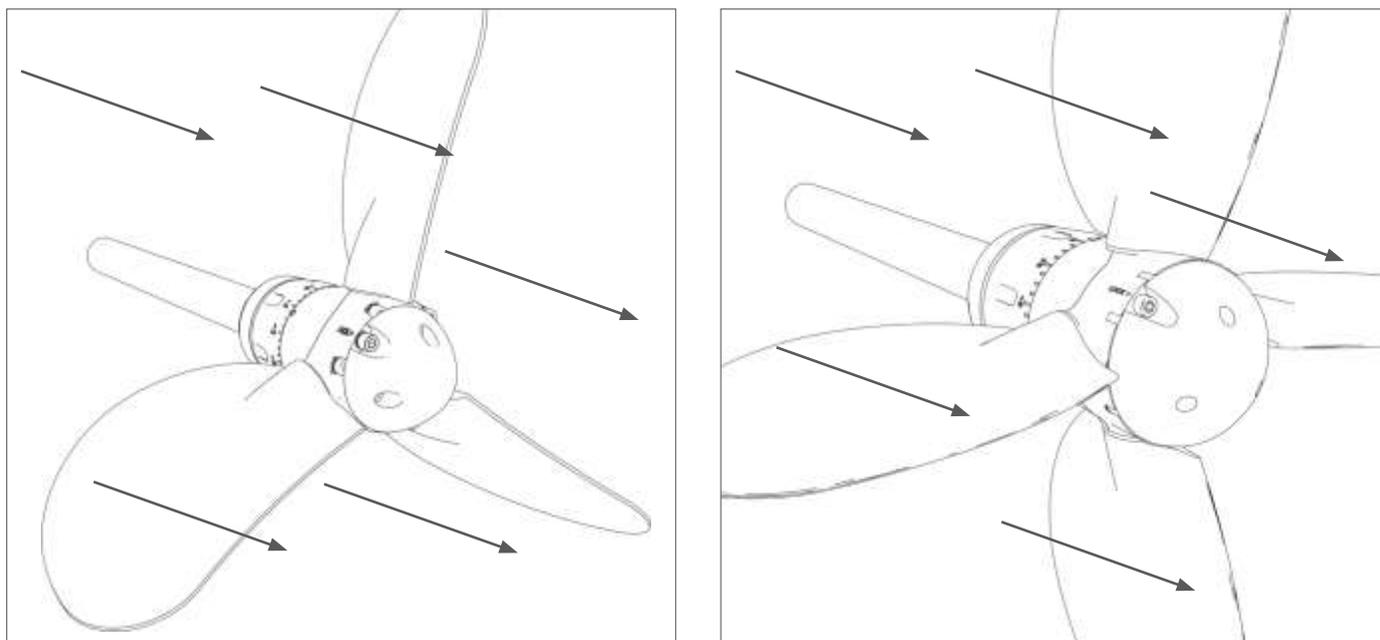

ABB. 28 Wasserströmung
- Die Propellerblätter drehen sich nun automatisch in Segelposition, um den geringsten Widerstand zu bieten (**Abb. 28**).